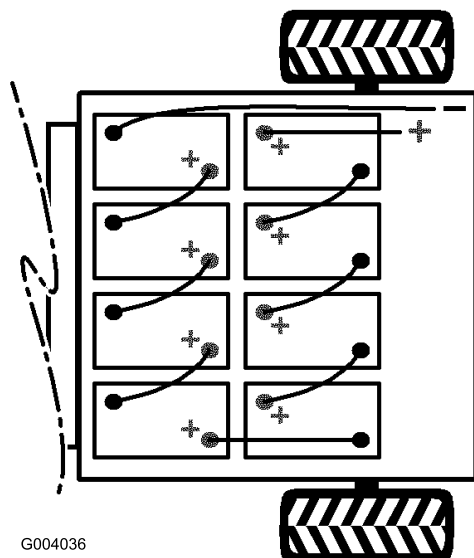

Figure 6
4. Installez les batteries comme illustré à la Figure 6.
Remarque: Tenez compte de la polarité lors de la mise en place des batteries neuves (Figure 6).
6. Reliez les batteries entre elles avec les câbles fournis avec les pièces détachées, comme illustré à la Figure 6. Ne faites pas passer les câbles sur des angles vifs.
7. Serrez le boulon et fixez l'autre côté de l'attache avec un boulon (5/16 x 3/4 pouce) et un écrou à embase (5/16 pouce) neufs (Figure 6).
8. Connectez le long câble rouge positif principal entre la rangée de batteries et le véhicule (Figure 6).
9. Connectez le long câble noir négatif principal entre la rangée de batteries et le véhicule (Figure 6).